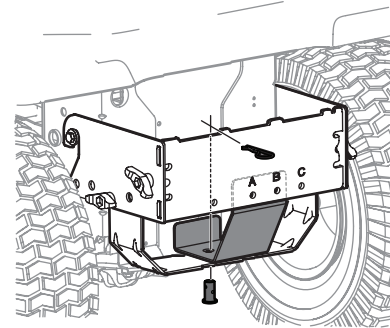

Figura 4
2. Instale la ménsula de soporte (783-08856), que se incluye con las piezas sueltas, en el conjunto de montaje como se muestra en la Figura 4. Alinee los orificios como se indica.
3. Instale el pasador de horquilla (711-0309A) del paquete de herrajes 689-02364 en el enganche del tractor, la ménsula de soporte, y el conjunto de montaje, y fije con una chaveta de horquilla (714-0117). Consulte la Figura 4.